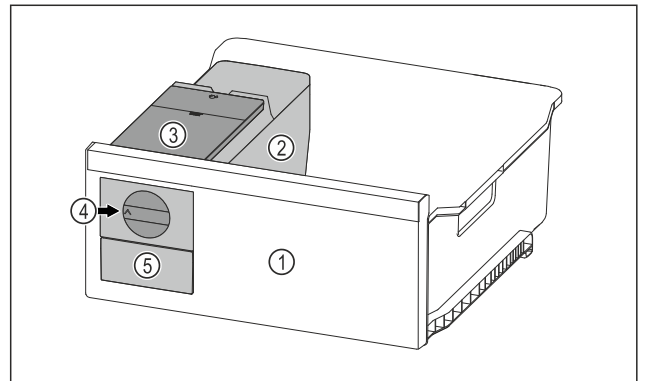

Fig. 120 Representación a modo de ejemplo
- ▶ Girar el botón giratorio Fig. 120 (4) en el sentido de las agujas del reloj hasta el tope.
- ▷ Los cubitos de hielo caen de la cubitera al compartimento de cubitos de hielo Fig. 120 (5).